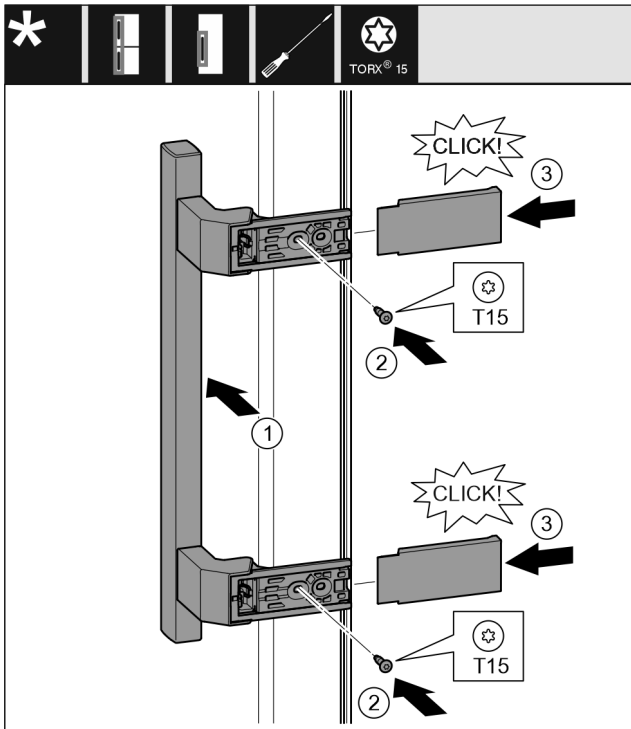

Fig. 20
- ▶ Sätt på handtaget på andra sidan. Fig. 20 (1)
- ▶ Dra åt skruvarna med skruvmejsel T15. Fig. 20 (2)
- ▶ Sätt in skydden från sidan och skjut på dem. Fig. 20 (3)